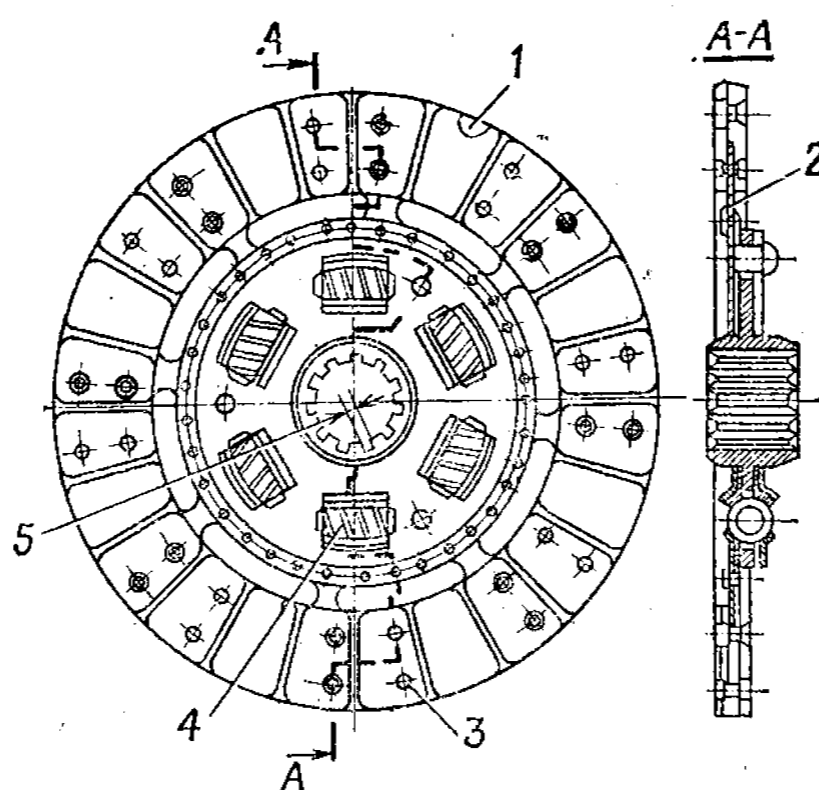

Рис. 89. Ведомый диск в сборе
2. Ведомый диск в сборе (рис. 89)
- ширина впадины 5 (рис. 89) шлицев ступицы более 5,54 мм;